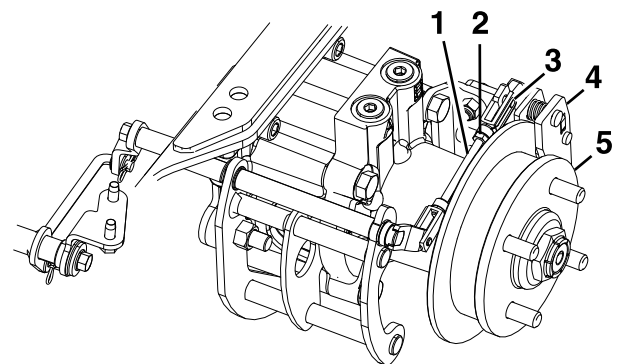

Figure 71
8. Retirez l'axe de chape élastique de la tringlerie arrière et de l'étrier (Figure 71).
12. Serrez l'écrou de blocage sur la tringlerie arrière (Figure 71).